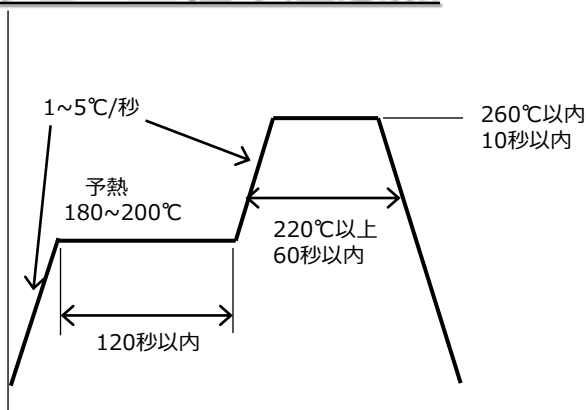

図10. リフロー推奨条件
- ①リフローによるはんだ付けは、2回までとしてください。
- ②リフロープロファイルは図10の条件を参考に、ご使用になるはんだペーストの推奨条件に合わせてください。
- ③ピーク温度からの冷却温度勾配は、急冷却を避けてください。
- ④大気リフローの場合は、リフロー時の熱や雰囲気の影響により、光学的劣化を起こすことがあります。リフローに際しては、窒素リフローを推奨します。